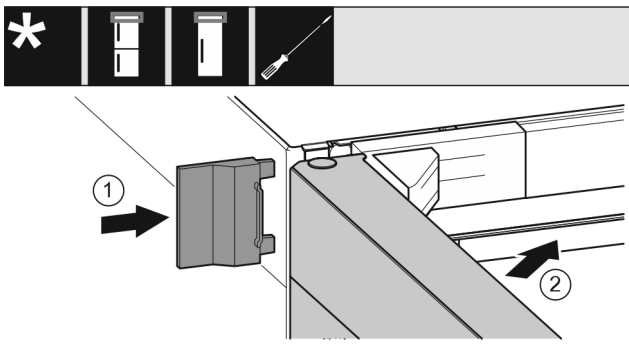

Fig. 20
- ▶ Надвиньте внешнюю крышку. *Fig. 20 (1)*
- ▶ Закройте верхнюю дверь. *Fig. 20 (2)*